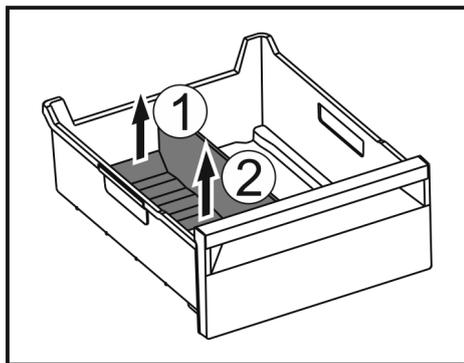

Fig. 54
- ▶ Приподнимите заднюю часть разделителя отделения для льда. Fig. 54 (1)
- ▶ Извлеките разделитель отделения для льда движением вверх. Fig. 54 (2)